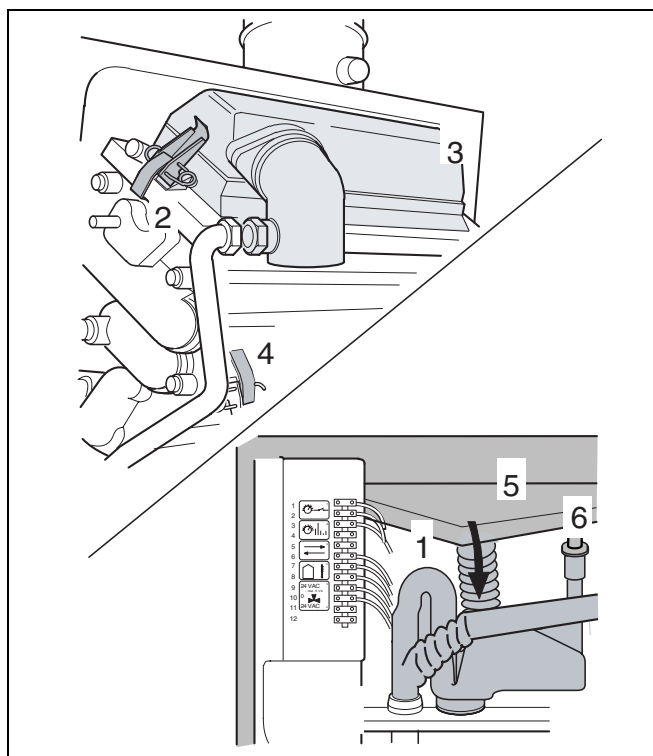

Fig. 36 Se scoate capacul plăcii de condens
- Se desfac ambele clame de oprire (fig. 36, poz.2) de la capacul arzătorului și se îndepărtează capacul arzătorului și arzătorul (fig. 36, poz. 3).
- Se scoate sifonul plăcii de condens (fig. 36, poz. 1).
- Se desface legătura de la bypass-ul apei de condens (fig. 36, poz. 6).
- Se desfac clamele de oprire (fig. 36, poz. 4) și se îndepărtează placa de condens (fig. 36, poz. 5).